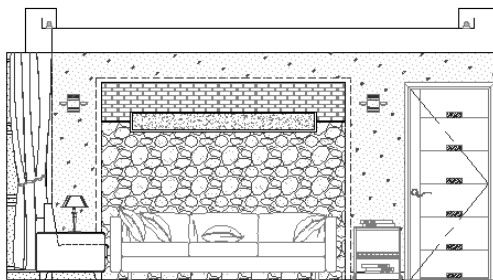

图 17.75 完善结果
(22) 选择左侧立面窗和窗帘对象分解，综合【修剪】和【删除】命令，将被遮挡住的对象进行删除，结果如图 17.75 所示。